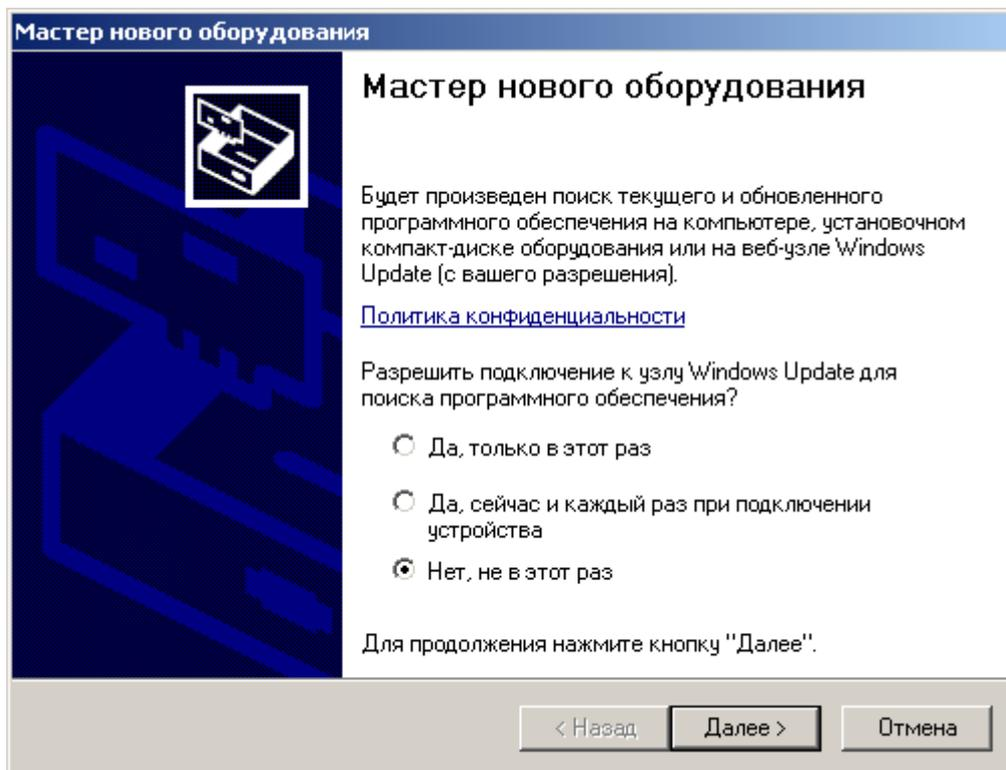

Рис. 1 – Окно «Мастер нового оборудования»
2.2.4.3 Откроется окно «Мастер нового оборудования» (см. Рис. 1). Используя этот мастер, необходимо установить драйвер интерфейса USB датчика. Для датчиков «Микрос-102МК» и «Микрос-102МП» это файл «CDC Usb.inf». Для датчиков «Микрос-102МС» - файл «atmel_devices_cdc.inf» (в папке «UserStendMic102»). Щёлкните по переключателю «Нет, не в этот раз» и нажмите на кнопку «Далее».